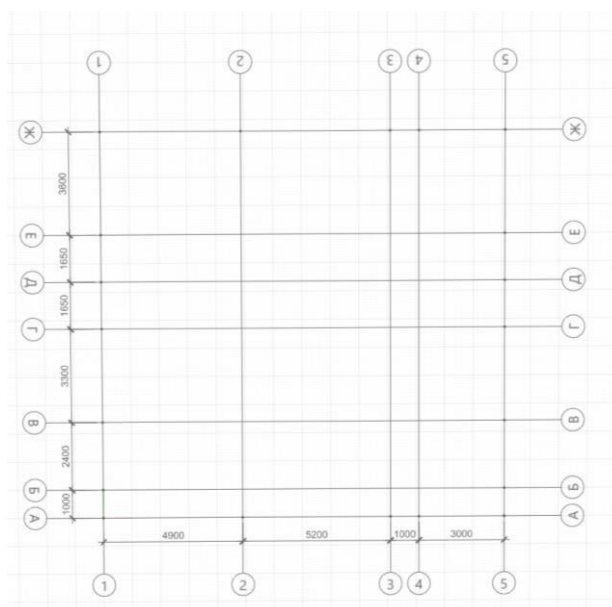

Рис. 19 Построение осей 3 и 4
12. Аналогично постройте оси 3 и 4 (рис. 19)